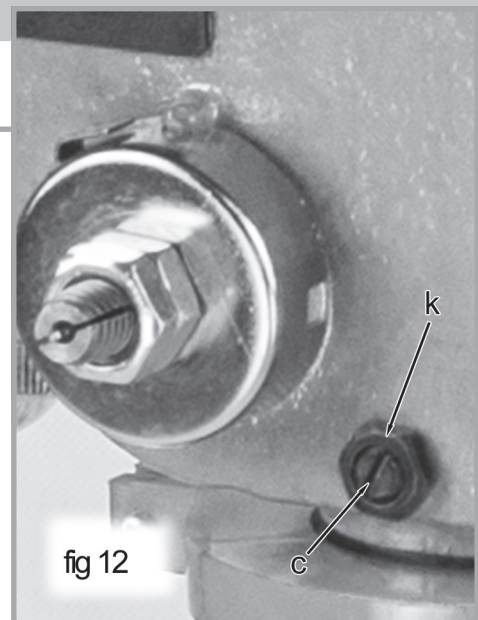

fig 12
- Desserrer l'écrou de blocage sur le côté inférieur gauche de la tête de la perceuse (k, fig 12) derrière la jauge de profondeur.
- Tournez la vis (c, fig 12) dans le sens horaire pour éliminer le jeu, mais pas trop pour ne pas limiter le mouvement vers le haut et vers le bas de l'axe. Un peu de jeu est normal.